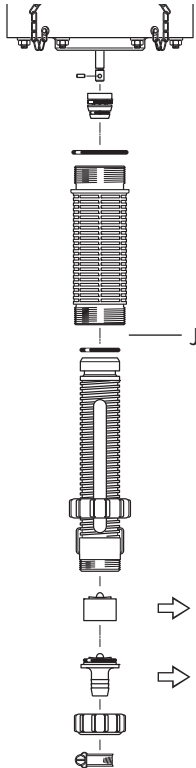

Abb.16
- Fetten Sie die Dichtung mit Silikon (**Abb.16-J**).